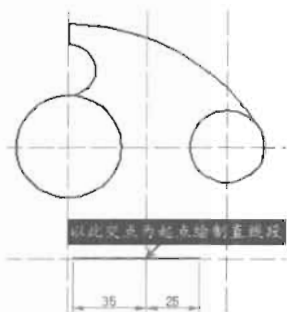

图 3-97
(11) 单击“绘图”工具栏中的“直线”按钮, 以如图 3-97 所示的交点为起点, 绘制两条长度分别为 35 和 25 的直线段。